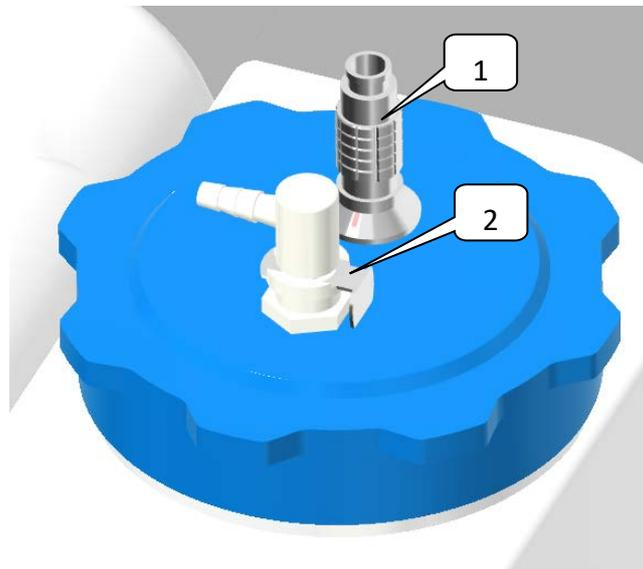

图 40：标准废液容器盖
- 对于高浓度废液，将容器从大容器仓取出，打开容器盖（图 40 中的 1），按照您所在实验室的方法处理废液，此时不要取下液位传感器盖。